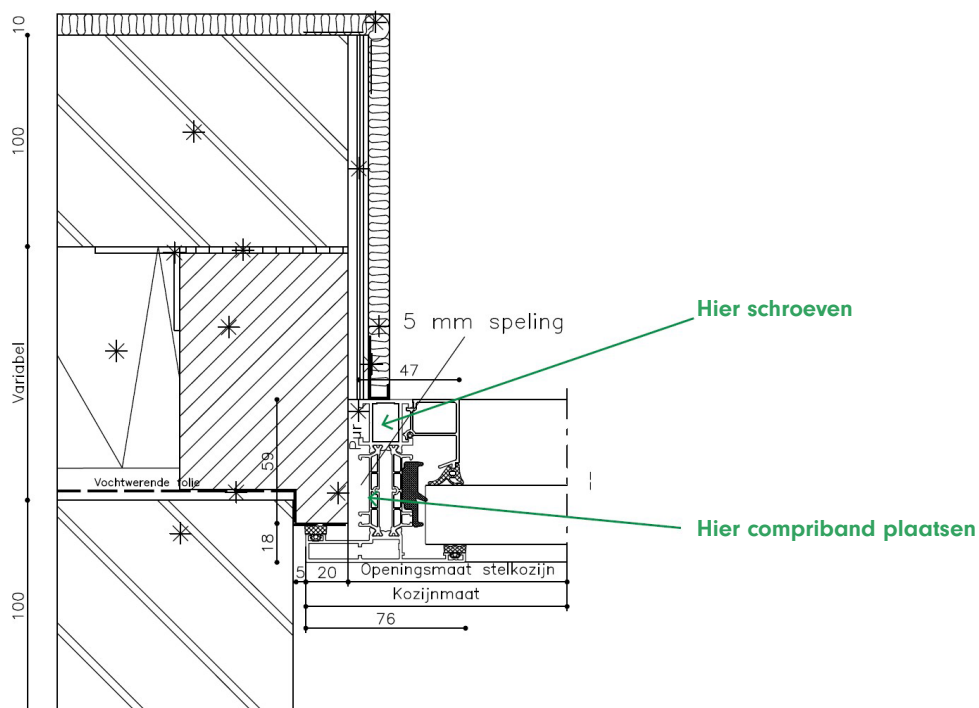

Figuur 1
5. De waterafvoergaatjes en beluchtingsopeningen dienen **ALTIJD** open en schoon te zijn. Dit geldt dus ook voor onderdorpels die ten opzichte van het peil laag zijn gemonteerd. Zie figuur 1.